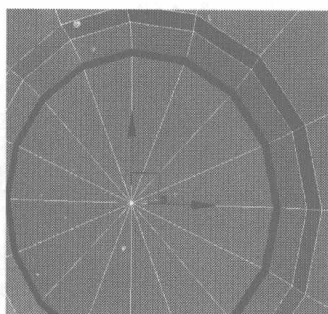
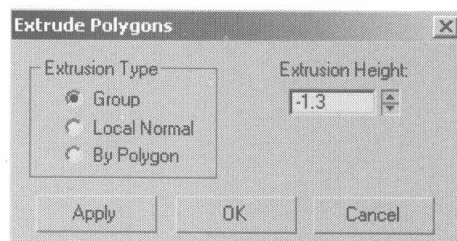

图 4.604
图 4.605
- 54 选择如图 4.604 所示的面，在 Edit Polygons 卷展栏中单击 **Extrude** 右侧的小按钮，在弹出的对话框中设置挤压参数，如图 4.605 所示，向内挤压出高度。